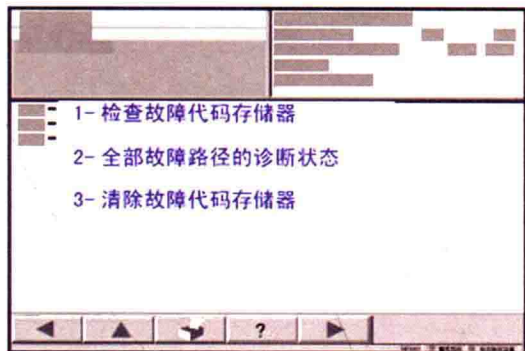

图 1-4 显示内容一
① 连接故障诊断仪（汽车诊断、测量和信息系统 VAS 5051B 或汽车诊断和保养信息系统 VAS 5052）。
② 依次选择车辆自诊断、车载诊断（OBD）、变速器电子设备。
③ 进入变速器电子设备。
④ 在 2 选择区按故障码储存内容键，按→键确认。这时，显示屏显示内容一如图 1-4 所示。